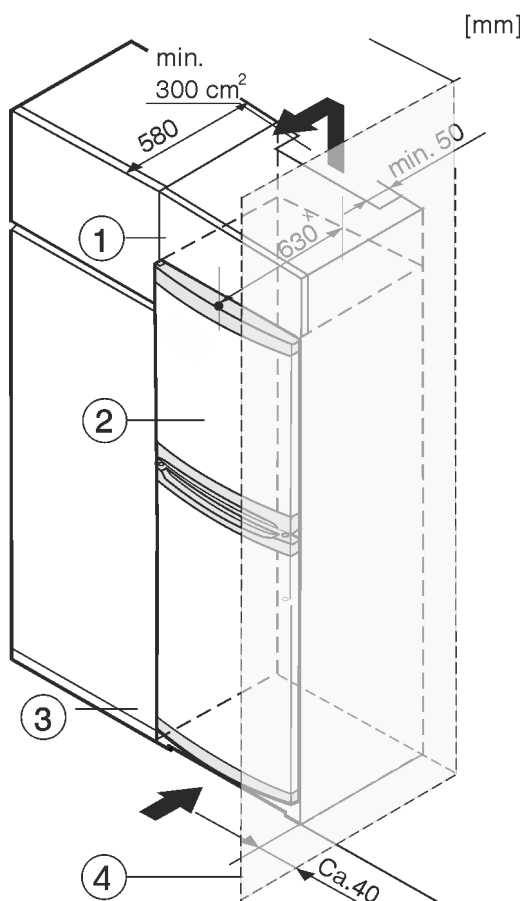

Fig. 8
- (1) Pealiskapp
- (2) Seade
- (3) Köögikapp
- (4) Sein
× Kaasapandud seinavahehoidikutega seadmete puhul suureneb mõõt 35 mm (vt. 4.2 Seadme paigaldamine) võrra. Seadet saab köögikappidega ümbritseda. Kohandamiseks seadet Fig. 8 (2) köögitasapinna kõrgusele, saab seadme kohale paigaldada pealiskapi Fig. 8 (1).
Köögikappidesse sisseehitamisel (sügavus max 580 mm) võib seadme vahetult köögikapi Fig. 8 (3) kõrvale üles panna. Seade ulatub 34 mm x ja seadme keskoht 50 mm x köögikapi esiküljest ettepoole.
Kui seade pannakse šarniiridega seina Fig. 8 (4) kõrvale üles, siis tuleb pidada kinni seadme ja seina vahekaugusest vähemalt 40 mm. See vastab käepideme üleulatusele avatud ukse korral.